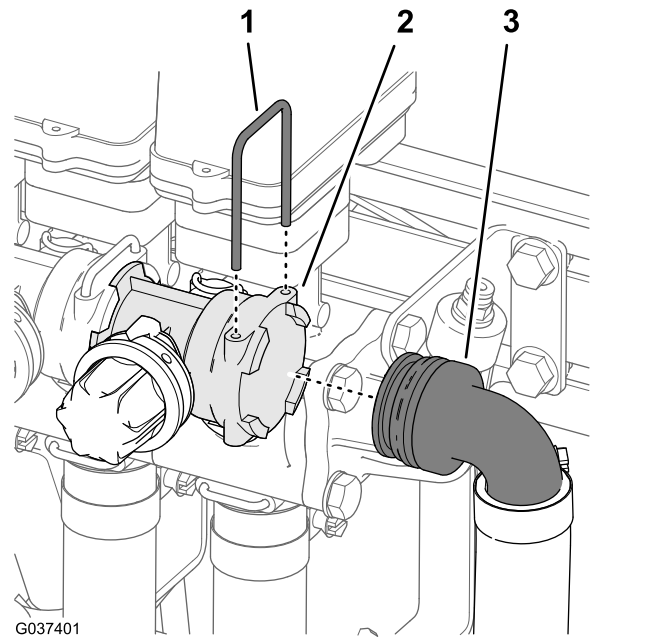

Figure 29
3. Retirez l'étrier qui fixe le raccord de flexible à 90° au bout de la vanne de dérivation de la vanne de section de rampe droite (Figure 29).
4. Débranchez le raccord de flexible à 90° de la vanne de dérivation (Figure 29).